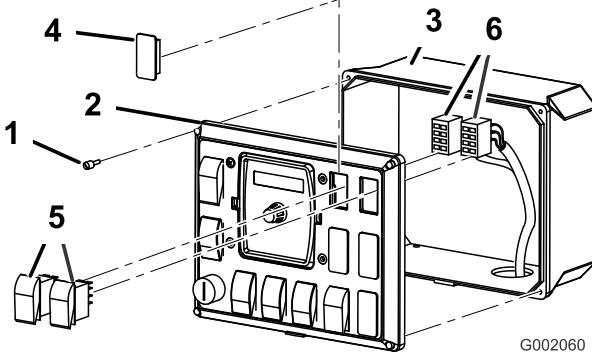

图28
1. 松开用于将前面板固定到控制箱的 4 个螺丝（图28）。
- 拆下前面板，露出控制箱的内部（图28）。
- 从车辆的喷洒控制面板上提起并拆下 2 个栓塞，然后将随附的 2 个摇臂开关安装在空出的位置（图28）。